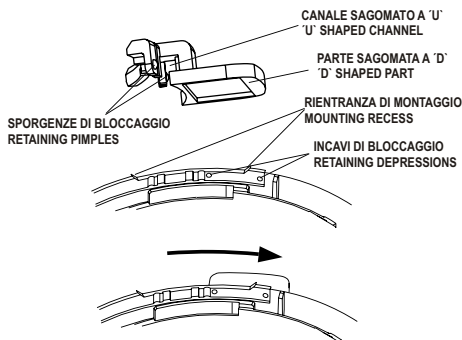

FIG. 6 Inserimento della Linguetta Indirizzo
- 2) Fissare la linguetta del rivelatore come mostrato in Fig. 6.
- 2) Fit the Address Flag to the detector as shown in Fig. 6.